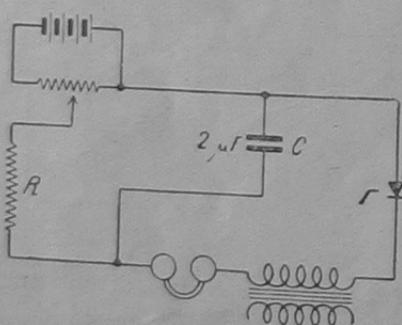

Рис. 6. Усилитель низкой частоты
**Усилитель низкой частоты.** Схема дана на рис. 6. В цепь цинкитного детектора  $\Gamma$  включен обмотка трансформатора, вторая обмотка которого приключается к любому приемнику на место телефона; усиление, получаемое при этой схеме, незначительно.